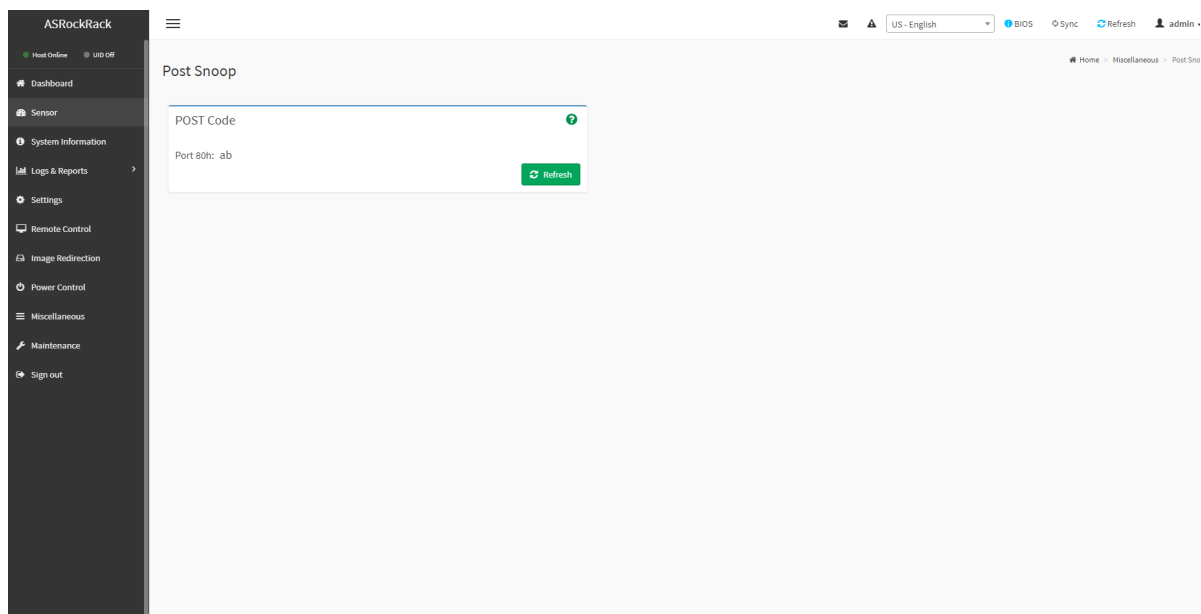

Рис. 90. Окно «Post Snoop»
- 8) Пройдите во вкладку «Miscellaneous» → «Post Snoop» в данной вкладке предоставляется пользователям возможность просматривать последний код POST BIOS. Окно показано на рис. 90 Окно «Post Snoop»